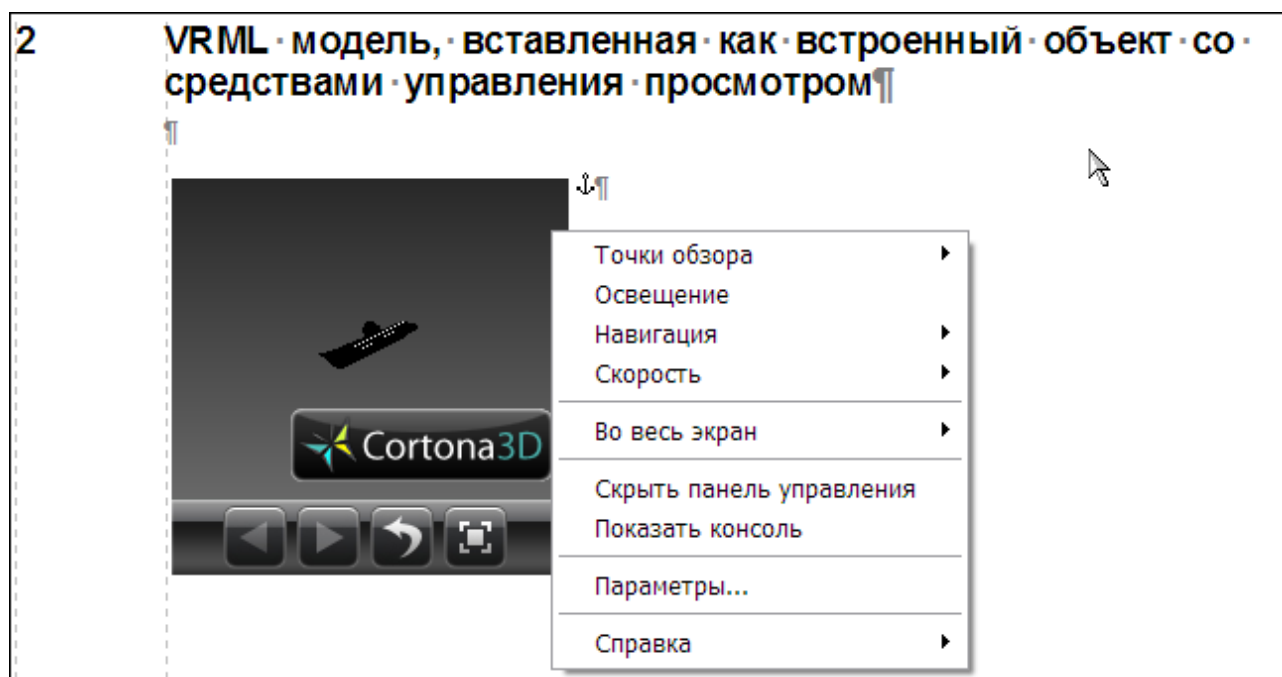

Рис. 5.203
3. В диалоговом окне **Вставить 3D-модель VRML** выберите вариант вставки **Встроить в документ**. Остальные параметры введите, как в предыдущем примере. 3D-модель VRML выглядит в документе, как показано на рис. 5.203.
4. Щелкните по объекту правой кнопкой мыши. При этом появится контекстное меню (Рис. 5.203).